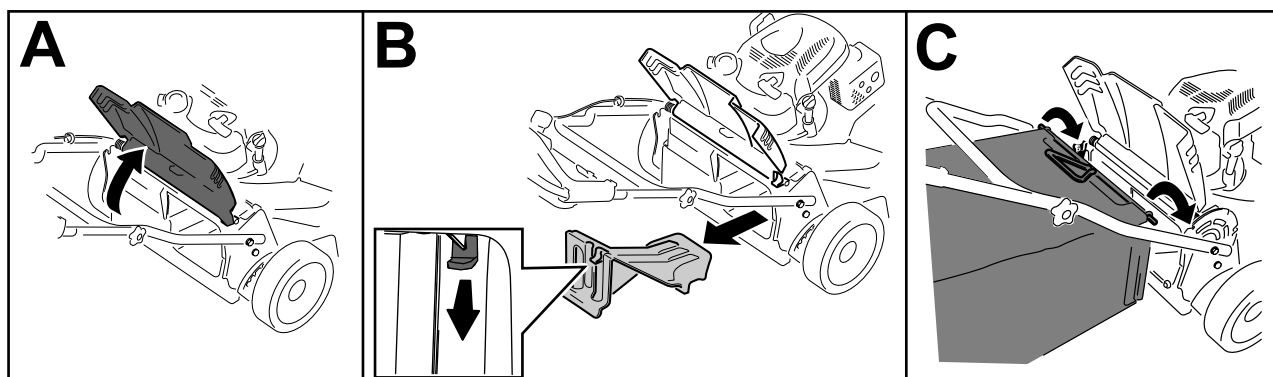

Figura 24
1. Sollevare lo sportello posteriore e tenerlo sollevato (riquadro A della Figura 24).
2. Rimuovete il coperchio di scarico posteriore abbassando il fermo con il pollice ed estraendo il coperchio dalla macchina (B della Figura 24).
3. Installate l'asta del cesto nelle tacche alla base della stegola e fate oscillare il cesto avanti e indietro per accertarvi che l'asta sia posizionata in fondo a entrambe le tacche; (riquadro C della Figura 24)